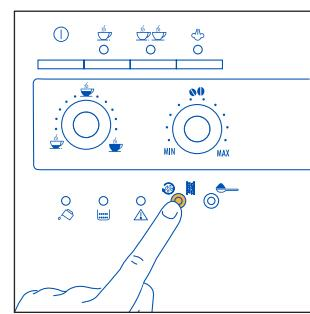

Рис. 14
ПРИМЕЧАНИЕ 1: если необходимо приготовить маленькую чашку кофе (меньше 60 мл) и после последнего приготовления или сполоскивания прошло более 5 минут, температура приготовленного кофе будет немного ниже. Для того, чтобы приготовить более горячий кофе, до нажатия кнопки  рекомендуется выполнить короткое сполоскивание, нагревающее внутренние части кофеварки, нажав кнопку  на рис. 14, и вылив воду в ванночку для сбора воды.
- Нажмите кнопку и удерживайте не менее 5 секунд, рис. 14. Индикатор в кнопке загорается, указывая включение программы снятия накипи (индикаторы и остаются выключенным, указывая, что кофе готовить нельзя).